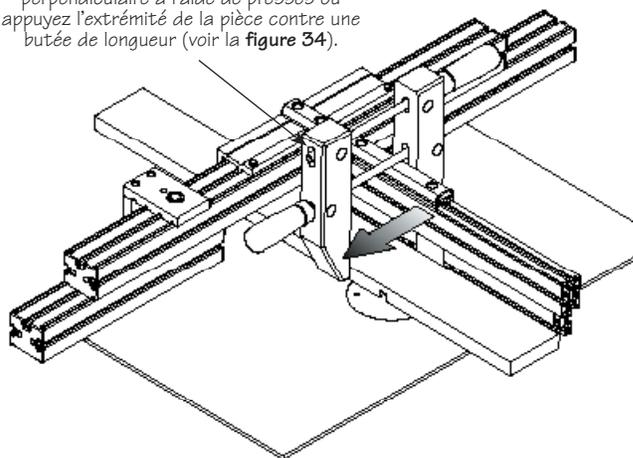

Figure 9: Usinage perpendiculaire.
4. Passez une pièce d'essai par la lumière du guide principal, serrez-la contre le guide perpendiculaire à l'aide de presses, puis faites un passage toupie en marche avec la pièce d'essai (voir la **figure 9**). Vérifiez la profondeur de coupe et affinez les réglages au besoin.